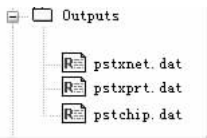

图 7-14 显示网络表文件
5) 若创建无误, 则生成三个网络表文件 “pstchip. dat”、“pstxnet. dat”、“pstxpprt. dat”, 如图 7-11 ~ 图 7-13 所示。网络表文件在项目管理器中 Output 文件下显示, 如图 7-14 所示。